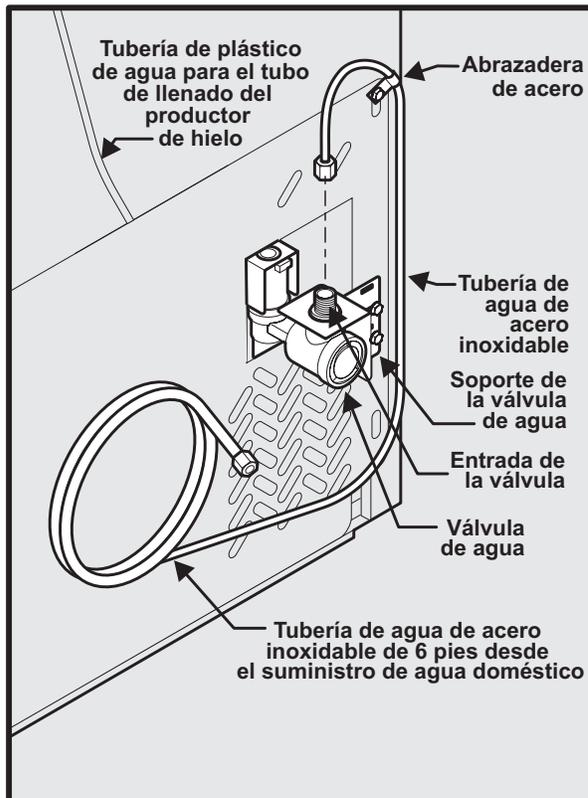

Figura 2
**Si usa tuberías de acero inoxidable:** la tuerca y la férula ya están armadas en la tubería. Deslice la tuerca de compresión hacia el interior de la entrada de la válvula y apriete manualmente la tuerca de compresión sobre la válvula. Ajuste otra media vuelta con una llave; NO apriete en exceso. Consulte la Figura 2.